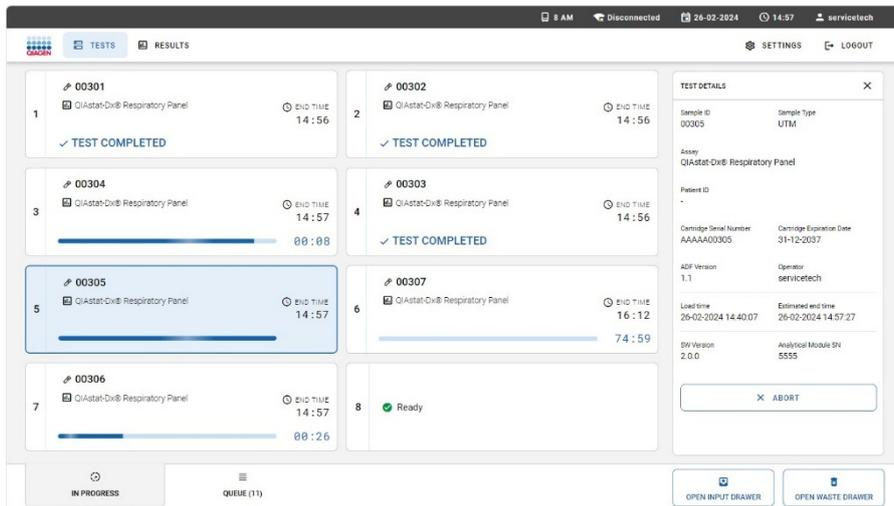

Abbildung 40. Abbrechen einer laufenden Probe.
Eine Probe kann abgebrochen werden, während der Testlauf im Analysemodul (AM) ausgeführt wird. Um eine Probe abzubreaken, gehen Sie zur Registerkarte **IN PROGRESS** (WIRD AUSGEFÜHRT) des Bildschirms **TESTS**, wählen Sie die Probe aus und drücken Sie die Schaltfläche **ABORT** (ABBRECHEN) unten rechts auf dem Bildschirm (Abbildung 40).